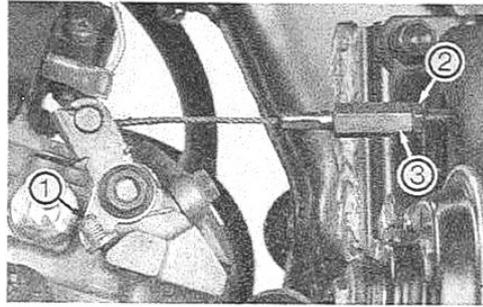
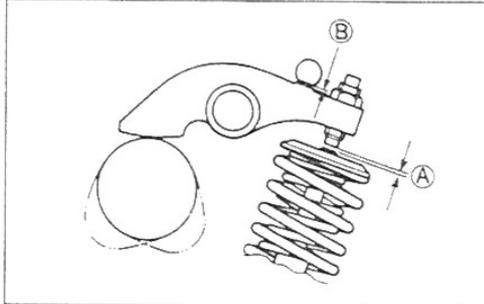

Bild 24
Bild 25
- Gegenmutter  Bild 24 lockern. Seilzugeinsteller  drehen, bis Seilzug Spiel hat. Spieleinsteller  drehen, bis Spiel -B- Bild 25 der Dekompressionswelle im vorgeschriebenen Bereich: 0,5 – 0,6 mm.
- Nach Einstellung des Spiels der Dekompressionswelle, Spieleinsteller  Bild 25 lockern und soweit aus- oder eindrehen, dass Spiel im Sollbereich liegt (0 – 1 mm).